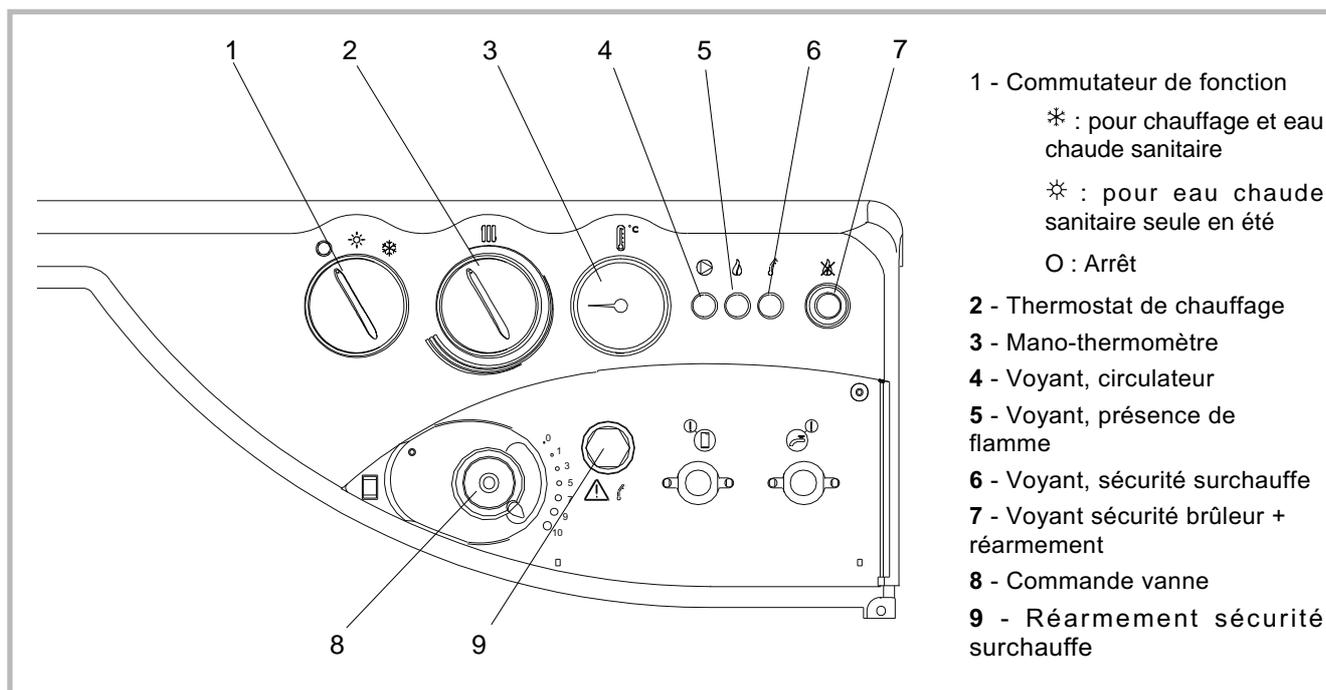

Figure 32 - Organes de commande et de contrôle
- Positionner le commutateur (rep. 1, fig. 32) sur la fonction désirée :
Si la chaudière est équipée d'un thermostat à régulation sur vanne, se référer au mode d'emploi de cette régulation. La chaudière s'allumera automatiquement lors d'une demande chauffage ou sanitaire après une phase de ventilation d'environ 15 secondes. La présence de flamme est signalée par le voyant vert (rep. 5, fig. 32).
- S'assurer que le thermostat de chaudière (rep. 2, fig. 32) est en demande.
- S'assurer que le thermostat de sécurité est bien armé, pour cela dévisser le capuchon (rep. 9, fig. 32) et appuyer sur le bouton.
- S'assurer que le brûleur n'est pas en sécurité, pour cela appuyer sur le bouton de réarmement sécurité du brûleur (rep. 7, fig. 32).
- Positionner le commutateur sur * (rep. 1, fig. 32)
- Régler la manette de la vanne mélangeuse (rep. 8, fig. 32) entre 1 et 10 pour obtenir la température désirée sur le circuit de chauffage (plage conseillée 5 à 10).
- Le voyant vert (rep. 4, fig. 32) indique le fonctionnement du circulateur chauffage.
- Placer le commutateur sur ✱ (rep. 1, fig. 32).
- Régler la manette de la vanne mélangeuse (rep. 8, fig. 32) sur O.
- mettre le commutateur de fonction en position "i" (rep. 1, fig. 32, p. 21).
Lorsque la température dans le corps de chauffe dépasse 110 °C, la chaudière est stoppée par son dispositif de sécurité de surchauffe. Le voyant poussoir "sécurité brûleur" (rep. 7, fig. 32, p. 21) est allumé.
- Appuyer sur le voyant-poussoir (rep. 7, fig. 32, p. 21) pour réarmer le brûleur. Dans ce cas le voyant rouge (rep. 6, fig. 32, p. 21) s'allume pendant la phase d'allumage puis le brûleur passe en sécurité et le voyant-poussoir (rep. 7, fig. 32, p. 21) est de nouveau allumé.
- Attendre que la température de l'eau soit redevenue normale et réarmer la sécurité de surchauffe (rep. 9, fig. 32, p. 21) et le brûleur (rep. 7, fig. 32, p. 21)
En cas d'anomalie dans l'alimentation gaz ou en cas de défaut d'allumage, l'électrovanne du bloc gaz se ferme automatiquement : le voyant-poussoir de "sécurité brûleur" (rep. 7, fig. 32, p. 21) est allumé.
- Appuyer sur le voyant-poussoir pour réarmer le brûleur (rep. 7, fig. 32, p. 21).